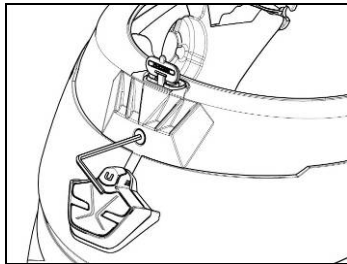

Fig. 7
- Remontez la garniture du bord en la fixant avec la vis ad hoc (fig. 7)